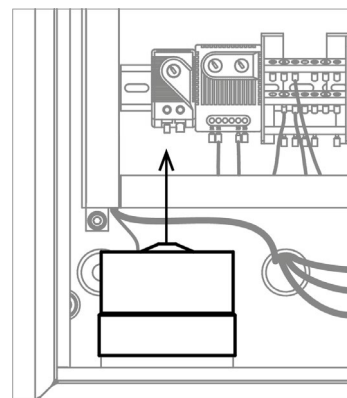

Рисунок 16. Снятие вентилятора с вентиляционной трубы
1. Очистка губчатого фильтра вентилятора (12), для этого:
- Снимите вентилятор с вентиляционной трубы (см. рис. 16).